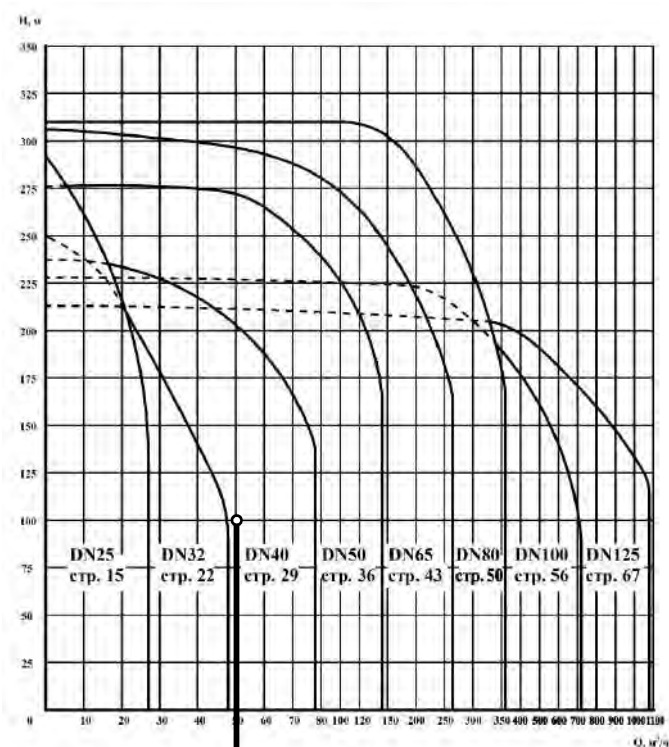

Рис.1
- 2) На листе поля рабочих характеристик Рис. 1 (с 13,14) по заданной рабочей точке (здесь $H=100$ м для $Q=50 \text{ м}^3/\text{час}$) выбрать насосы с соответствующим условным проходным сечением DN (здесь DN40, насос вертикальный).
Выбранная по рабочей точке характеристика установки определена для работы всех насосов в режиме максимальной производительности, в соответствие чему использован тип установки с прямым пуском Hydro AT-S. При частотном регулировании одним или несколькими насосами при наличии нерегулируемых насосов, работающих в режиме максимальной производительности, снижение производительности регулируемых насосов приводит к снижению общего расхода установки с перемещением ее кпд в левую область характеристики, поэтому в ряде случаев целесообразно выбирать установку с насосами, создающими больший расход для того же напора (но не наоборот, - в этом случае попадаем в правую зону низких кпд), либо скорректировать выбор насосов по сечению DN (Рис.1), перейдя к п.1 подбора насосных установок повышения давления.
Следует учитывать, что определение насосов по минимальному DN предполагает выбор установки с максимальным количеством насосов для заданной рабочей точки. Для уменьшения количества насосов в установке (соответственно – увеличения ступени регулирования) необходимо последовательно переходить в поле характеристик (Рис.1) в направлении увеличения DN, после чего повторить шаги 3...6 предлагаемой методики. Для рассматриваемого примера выбор насосов с DN=50 позволит уменьшить их количество до 4, с DN=65 – до трех, с DN=80 – до двух насосов.
1) В поле рабочих характеристик (Рис.1) для выбранного типа насоса (вертикальный/горизонтальный) по задаваемому DN уточняются параметры расхода и напора одного насоса.